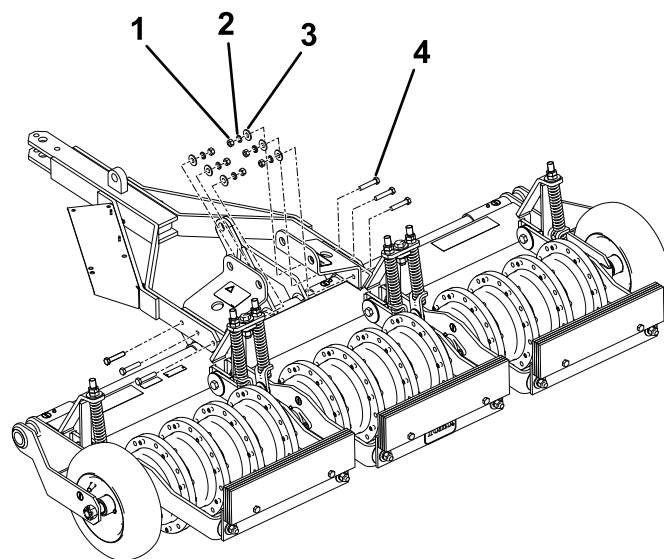

图6
4. 如图6所示用五金件固定牵引杆总成和支架并上紧螺母扭矩至 5474N·m。